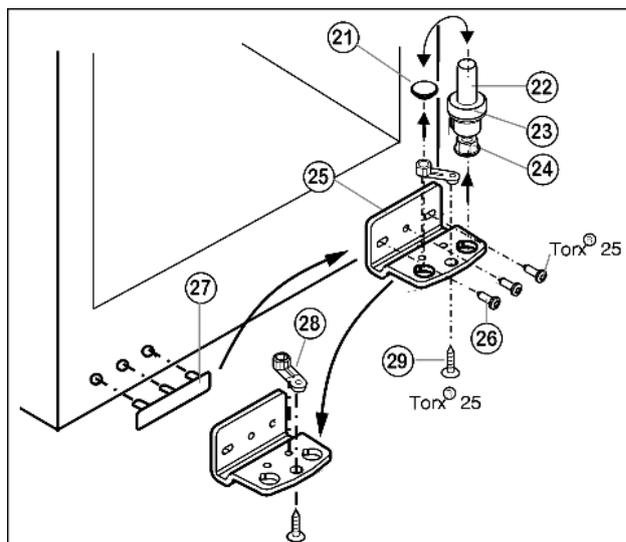

Fig. 6
- ▶ Извлеките опорный винт Fig. 6 (22) в комплекте с шайбой Fig. 6 (23) и регулируемой опорой Fig. 6 (24), вытягивая его вверх.
- ▶ Снимите пробку Fig. 6 (21).
- ▶ Открутите Fig. 6 (26) опорный кронштейн Fig. 6 (25).
- ▶ Открутите Fig. 6 (29) опорную деталь Fig. 6 (28) и, переставив в отверстие на противоположной стороне опорного кронштейна, снова прикрутите.
- ▶ Осторожно снимите и переставьте на противоположную сторону крышку со стороны ручки Fig. 6 (27).
- ▶ Снова прикрутите опорный кронштейн Fig. 6 (25) на новой стороне шарнира (с моментом 4 Нм). При необходимости используйте аккумуляторный шуруповёрт.
- ▶ Переставьте пробку Fig. 6 (21) в свободное отверстие.
- ▶ Вновь установите опорный винт Fig. 6 (22) в комплекте с шайбой и регулируемой опорой. При этом фиксатор должен быть направлен назад.
- ▶ Установите дверцу сверху на нижний опорный палец *Fig. 6 (22)*.
- ▶ При необходимости выровняйте дверцы через два продольных паза в нижнем опорном кронштейне *Fig. 6 (25)* параллельно корпусу устройства. Для этого выкрутите средний винт.